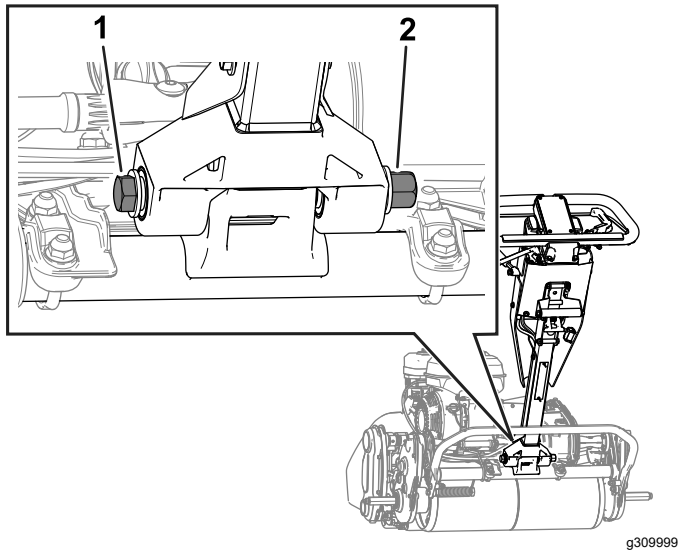

Figura 37
2. Desaperte o parafuso e porca como se mostra na Figura 37.